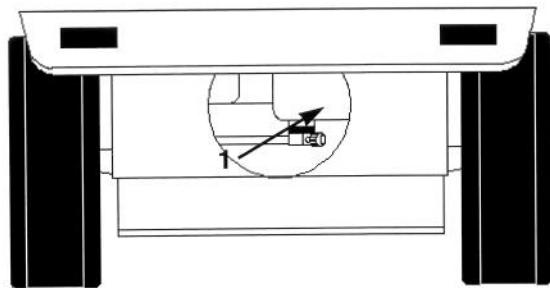

Bild 27
- Den Kraftstoffhahn am Kraftstofftank schließen (Bild 27).
2. Den Kraftstoffhahn am Kraftstofftank schließen (Bild 27).
7. Den Kraftstoffhahn am Kraftstofftank öffnen (Bild 27).